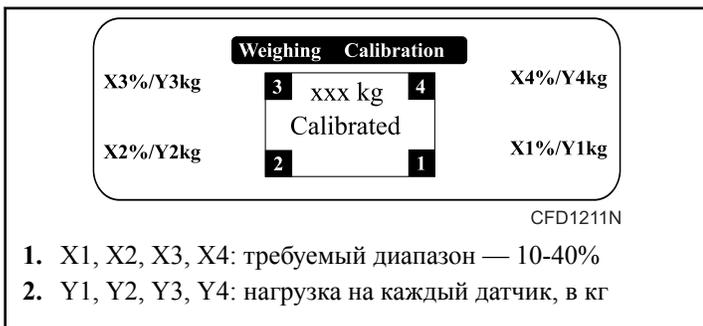

Рис. 10
12. Проверьте и при необходимости отрегулируйте высоту ножек датчиков нагрузки, чтобы обеспечить равномерное распределение нагрузки между всеми датчиками. См. Рис. 10.